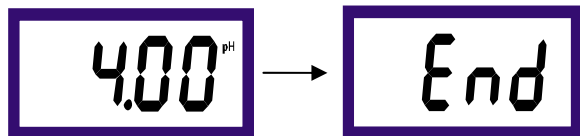

图 7-11
2、 按 键或 键将数值调至控制所需的数值,然后按 OK 键确认,仪表显示低点控制调节结束。显示如图 7-11 所示: